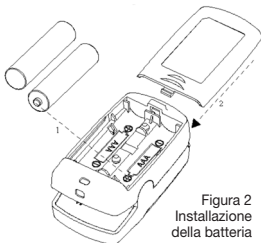

Figura 2
2. Facendo riferimento alla Figura 2, inserire correttamente due batterie AAA nell'apposito vano.